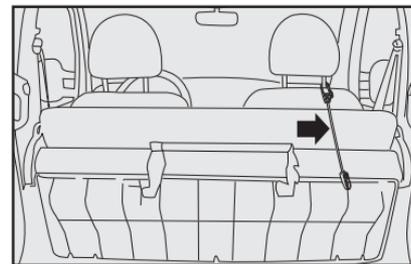

fig. 96
3) Retirar a correia elástica localizada sob o banco traseiro e colocá-la conforme **fig. 96**.